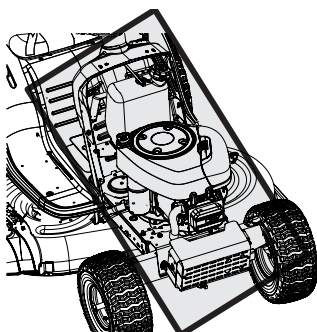

Figure 22
- Nettoyez sous le capot, autour du collecteur d'échappement et des fusibles, le câblage électrique et les faisceaux, le tuyau et le pare-chaleur du silencieux, les grilles d'entrée d'air du moteur et les ailettes de refroidissement, entre autres. Voir Figure 22.